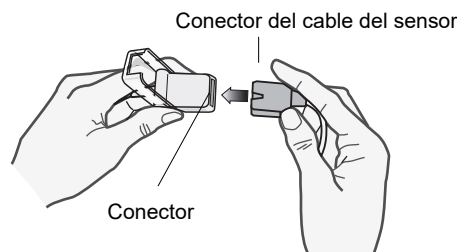

Figura 10-1 Conexión de los conectores del sensor
- Si está utilizando el cable de paciente de dos piezas, levante la cubierta protectora de plástico transparente del extremo hembra del cable de extensión y enchufe el conector macho del cable del sensor: asegúrese de que el enchufe se inserta del todo en el conector (consulte la Figura 10-1).